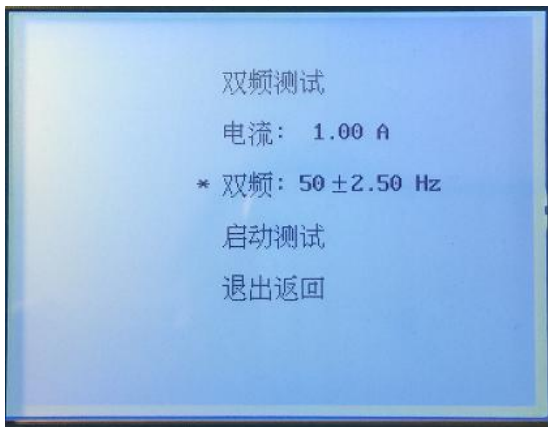

图 6 双频测试界面
3. 再按下**启动/停止键**，返回图 6 双频测试界面。